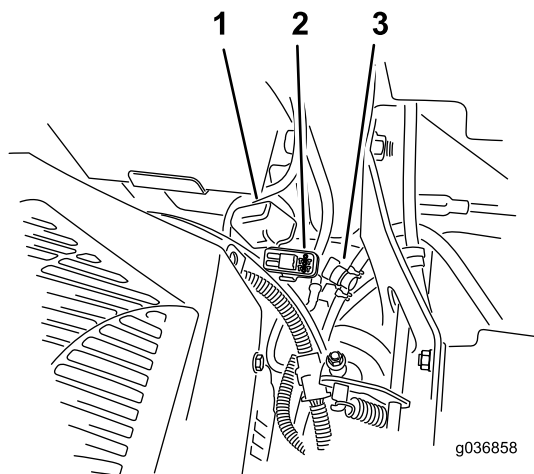

Figura 57
Notă: În cazul mainilor MyRide, asigurai-vă că nu există frecare între cablul de legare la masă i braul tractat sau ansamblul inferior al amortizorului (Figura 57).
Siguranele fuzibile sunt amplasate pe consola dreapta, de lângă scaun (Figura 57).
2. Instalai o siguranță nouă (Figura 57).